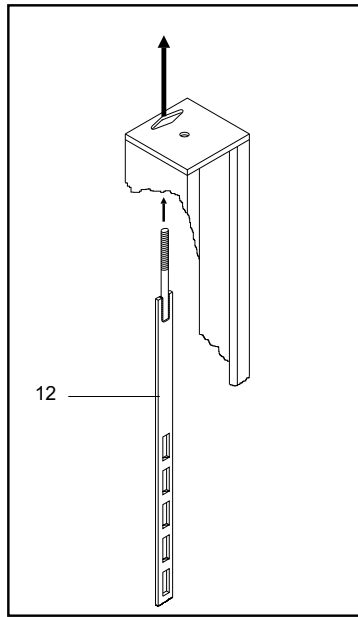

Fig.43 Sfilare l'asta di sicurezza dall'alto della colonna
Sfilare dall'alto delle colonne (1-2-3-4) le aste di sicurezza (12) come in Fig.43.
Remove the safety rods (12) from the top of the posts (1-2-3-4) as shown in fig.43.
Fig.43 of post